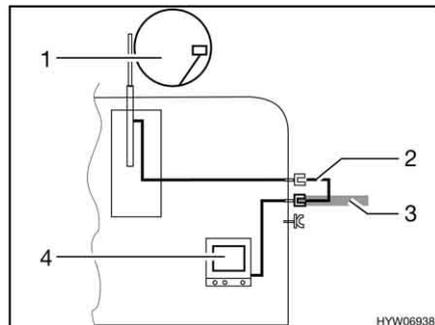

Fig. 169 TV dans le véhicule
- TV dans le véhicule (Fig. 169,4) : Raccord à l'antenne sur le toit (Fig. 169,1) avec câble d'alimentation (Fig. 169,2)
- TV dans le véhicule (Fig. 169,4) : Raccord à l'antenne extérieure (Fig. 169,3)